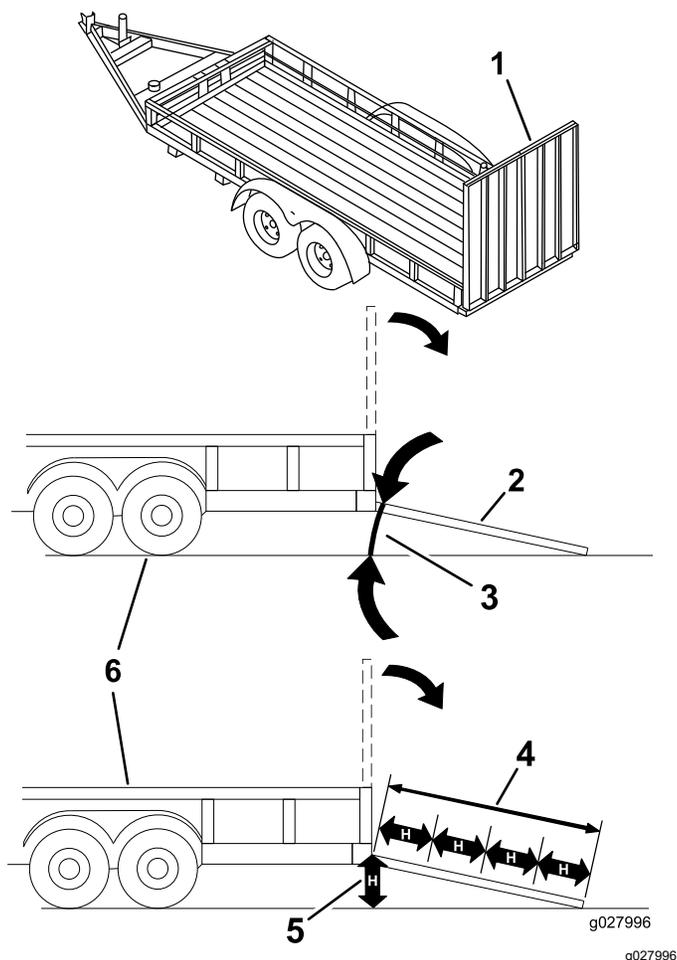

Рисунок 32
При погрузке машины на прицеп или грузовик повышается вероятность опрокидывания, что может привести к получению тяжелой травмы или гибели (Рисунок 32).
3. Опустите наклонный въезд, убедившись, что угол между наклонным въездом и поверхностью земли не превышает 15 градусов (Рисунок 32).
1. Опустите наклонный въезд, убедившись, что угол между наклонным въездом и поверхностью земли не превышает 15 градусов (Рисунок 32).